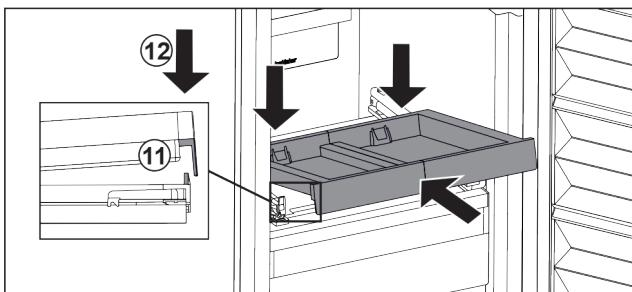

Fig. 33
- ▶ Вставити навколо. Звертайте увагу, щоб з обох боків упор був за накладкою. Fig. 33 (11)
- ▶ Витяжну панель опустити спереду. Fig. 33 (12)